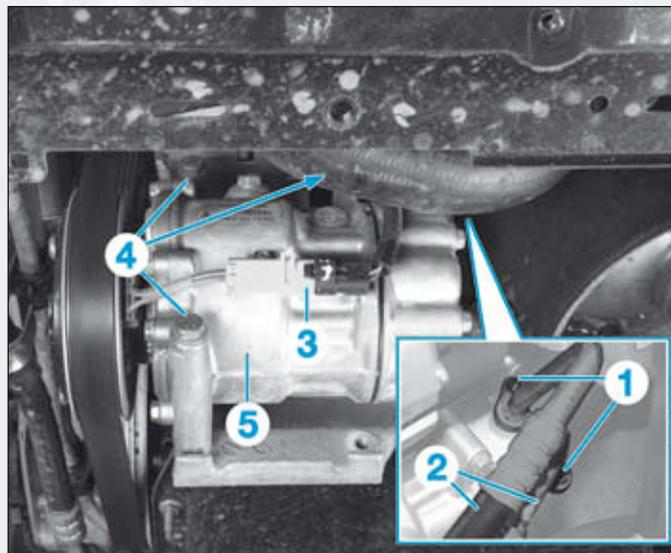

FIG.3
- les écrous (1) (Fig.3).
- Retirer les canalisations du circuit de réfrigération (2).